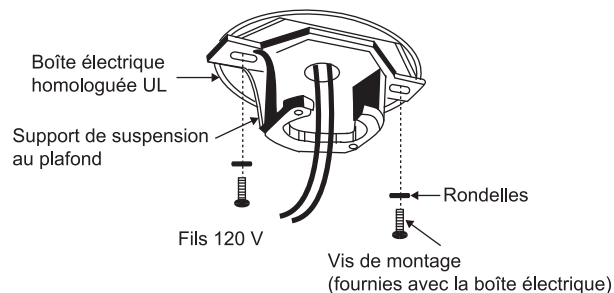

Fig. 6
Étape 3. Faites passer les fils d'alimentation de 120 V de la boîte à prises du plafond par le centre du support de montage au plafond (Fig. 6).
Étape 4. Fixez le support de montage au plafond à la boîte à prises en utilisant les vis et les rondelles fournies avec la boîte à prises (Fig. 6).